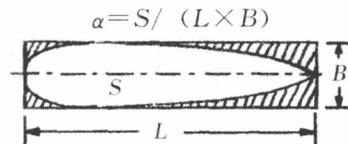

图 1-1-18
(1) 水线面面积系数 α ——是设计水线面积 S 与边长为 L 和 B 的矩形面积的比值，如图 1-1-18 所示。